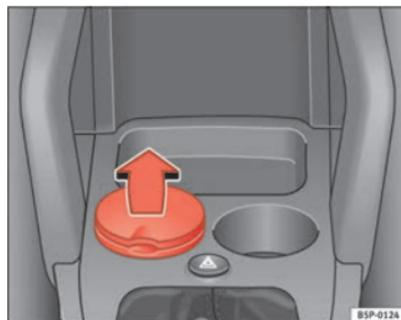

Fig. 115 Posacenere all'interno del portabevande anteriore
- Per aprire il posacenere, sollevare il coperchio ⇒ fig. 115.